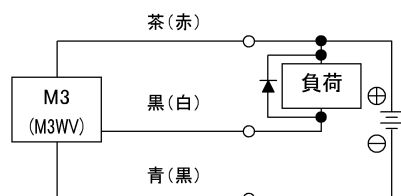

図3 誘導負荷にサージ吸収素子(ダイオード)を併用した例。ダイオードは日立製作所製V06Cまたは相当品を使用してください。
- 誘導製負荷(リレー、電磁弁)を接続し様する場合には、スイッチOFF時にサージ電圧が発生しますので図3に示す保護回路を必ず設けてください。